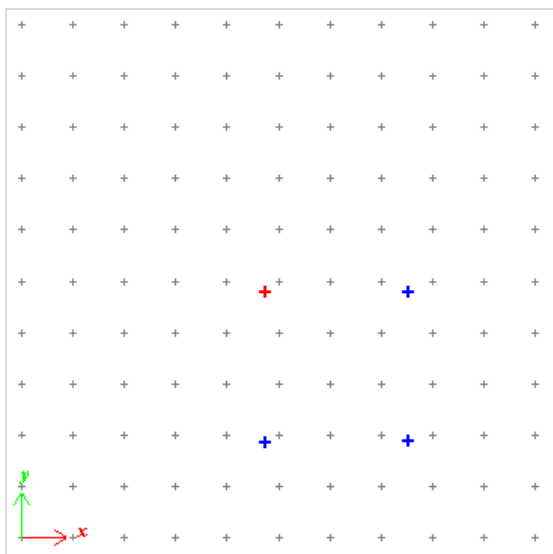

Рис.11.2.3. Выбранная точка
- снимите флажок для опции **Первая точка** – и укажите на схеме точку (левая верхняя) сетки №2 так, как это показано на рис.11.2.3. Текущая точка на схеме обозначится красным цветом.